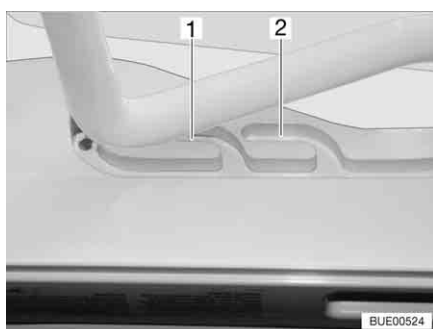
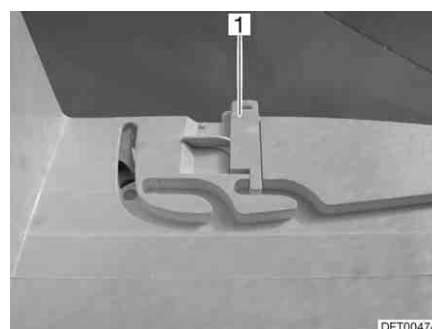

Bild 69 Heki-takluckan i ventilationsläge
Bild 70 Lås ventilationsläge
Heki-takluckan kan ställas i två ventilationslägen: Läget för dåligt väder (Bild 69,1) och mittläget (Bild 69,2). Beroende på modell kan takluckan låsas i mittläget med spärren (Bild 70,1).
- Tryck bygeln lätt uppåt och skjut in den i det valda spåret (Bild 69,1 eller 2) och lås eventuellt.